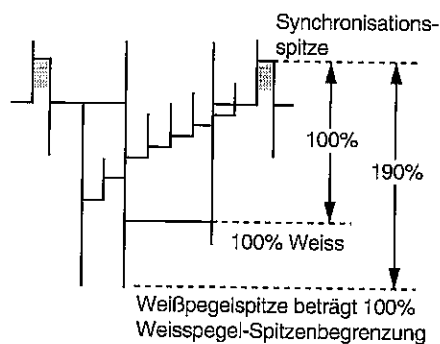

Abbildung 5-4
1. Ein Oszilloskop an Stift (77) von IC201 und GND anschließen.
3. Die Überschwungung des Videosignals muß bei 190% begrenzt werden, wie in Abbildung 5-4 dargestellt.